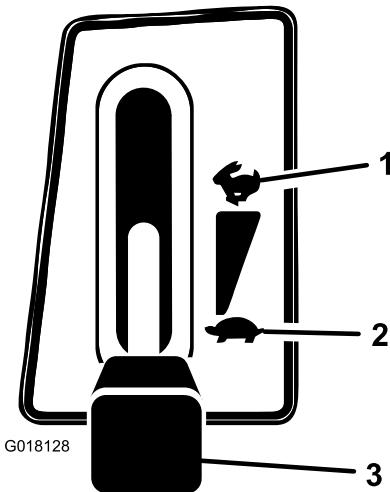

Figure 10
1. Poussez la commande de lame (PDF) en position "Désengagée" (Figure 10).
2. Placez la manette d'accélérateur en position de ralenti (Figure 10).
5. Lorsque le moteur a démarré, amenez progressivement la manette d'accélérateur en position haut régime et repousssez la manette de starter (Figure 10). Si le moteur cale ou hésite, ramenez la manette d'accélérateur en position bas régime et tirez la manette de starter pendant quelques secondes, puis placez la manette
1. Placez la manette d'accélérateur en position Régime maximum (Figure 10).